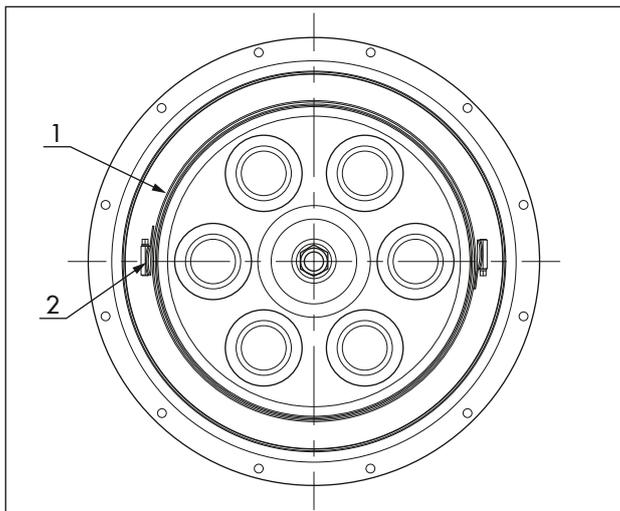

Bild 14: Ausrichtung der Lochbandklemmenschlösser
6. Zwei neue Lochbandklemmen (A6) komplett öffnen und zu einer einzelnen Lochbandklemme zusammensetzen (vgl. Bild 14).
9. Druckstücke (A19) unter den Lochbandklemmschlössern platzieren und ausrichten (vgl. Bild 14).
8. Zwei neue Lochbandklemmen (A6) komplett öffnen und zu einer einzelnen Lochbandklemme zusammensetzen (vgl. Bild 14).
11. Druckstücke (A19) unter den Lochbandklemmschlössern platzieren und ausrichten (vgl. Bild 14).